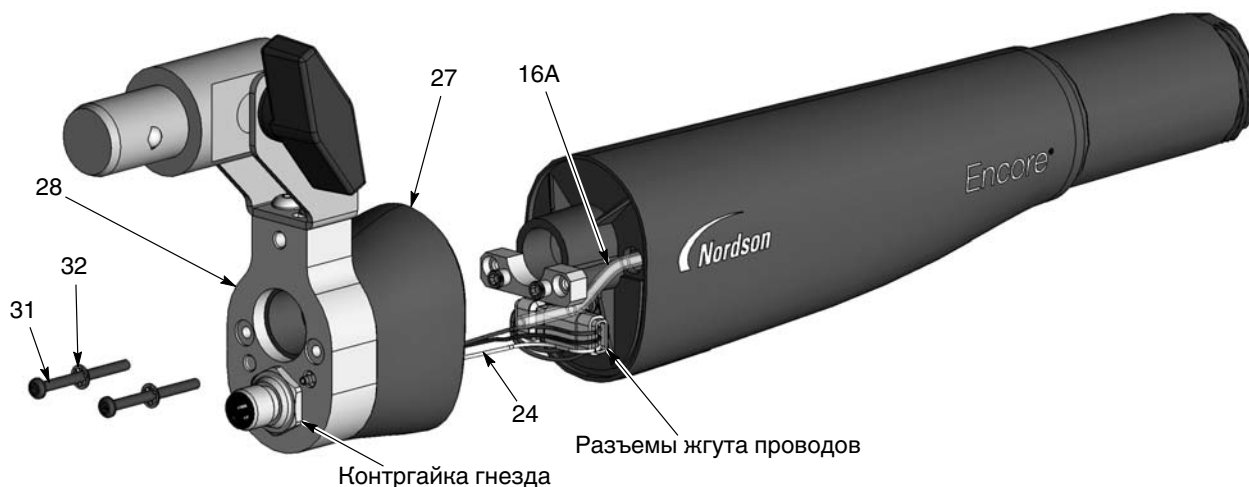

Рис. 7-2 Разборка распылителя – замена порошковой трубки
3. См. рис. 7-2. Вывернуть два винта с шестигранным шлицем (31) и снять стопорные шайбы с внутренними зубцами (32) с торцевой крышки (28).
- c. См. рис. 7-2. Отвернуть контргайку от гнезда, затем снять гнездо и жгут проводов с торцевой крышки.
17. См. рис. 7-2. Смонтировать торцевую трубку и задний узел распылителя на корпусе распылителя, соблюдая осторожность, чтобы не зажать провода жгута.